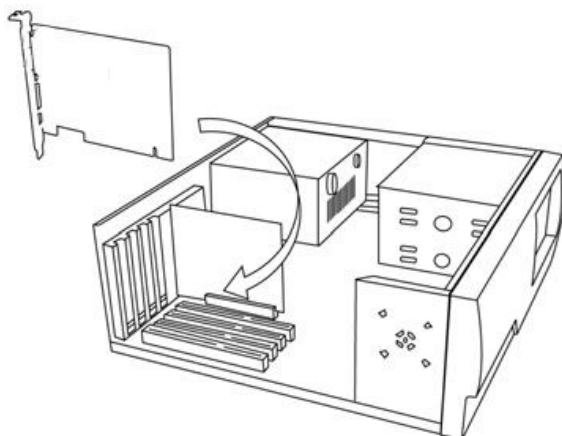

图 2-1 控制卡插入计算机 PCI 插槽操作简图
- 3) 打开计算机机箱盖，选择一空闲的 PCI 插槽，将控制卡插入 PCI 插槽(如图 2-1 所示)，操作时应双手平均用力，防止计算机主板上的 PCI 插槽受损。